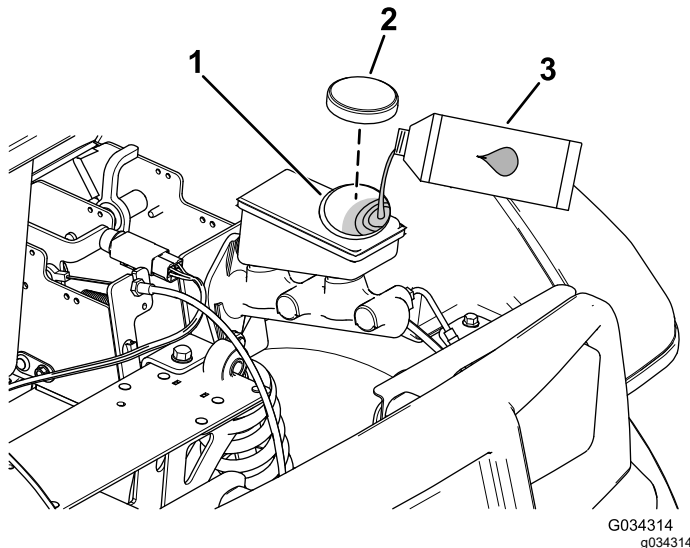

図 63
4. フードを持ち上げてブレーキのマスターシリンダとブレーキ液タンクにアクセスできるようにする 図 63。
- A. ウェスでタンクのキャップの周囲をきれいに拭いてキャップ外す 図 63。
- C. タンクにキャップを取り付ける 図 63。